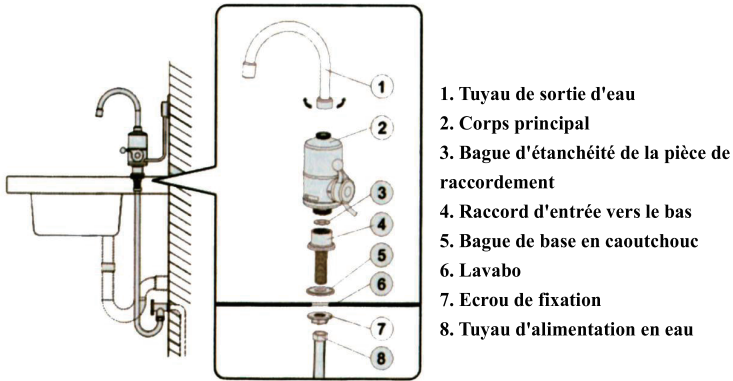
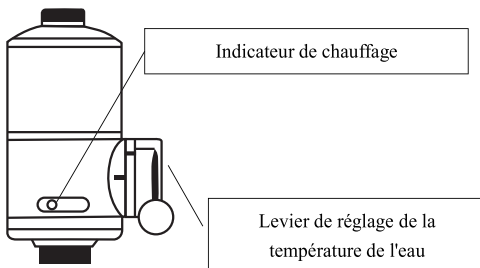
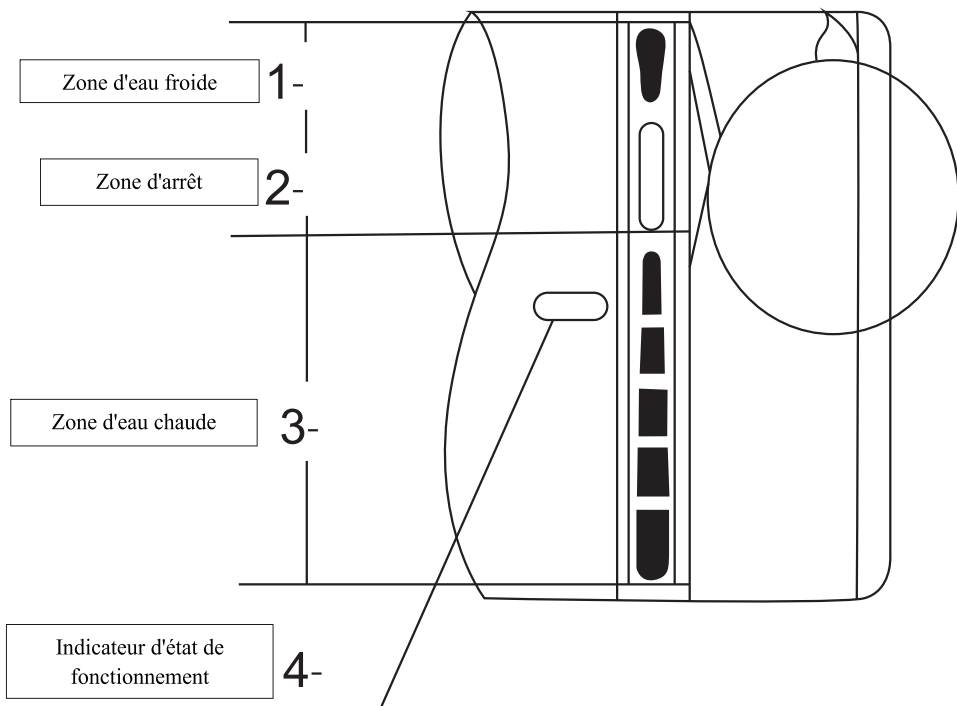

Fig. 02
Fig. 03
Fig. 04
### - Montage (Se reporter à l'étape 1-7, Fig. 02 et Fig. 03)
2. Vous pouvez sélectionner entre les positions Froid, Chaud et Arrêt (Fig.03 et Fig. 04) en fonction de la position du niveau. Faites pousser le levier vers le haut pour augmenter le débit d'eau froide; Faites pousser le levier vers le bas pour augmenter le débit d'eau chaude. La température de l'eau peut d'abord diminuer, puis après quelques secondes avec l'augmentation du débit et puis l'eau chaude désirée s'écoulera du robinet après quelques secondes.